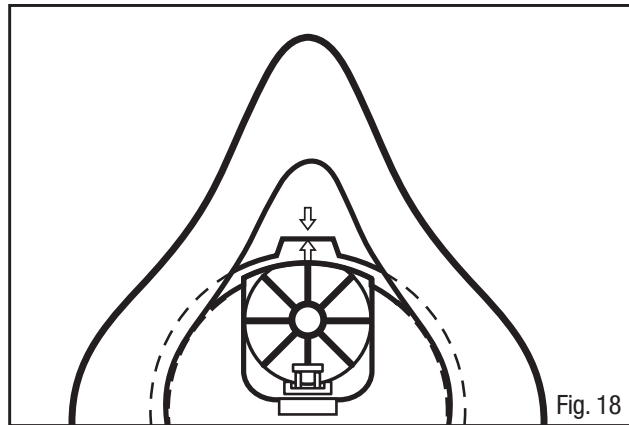

Fig. 18
2. Pour remplacer, placer l'ensemble coquille nasale dans l'adaptateur central en alignant les deux flèches (Fig. 18).